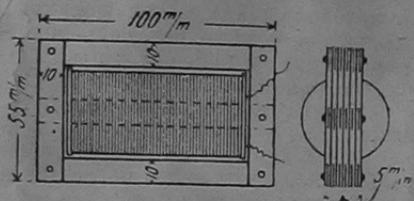

Рис. 2. Дроссельная катушка
**Дроссельная катушка** (дроссель), изображенная на рис. 2, изготавливается следующим образом. Предварительно приготавляется сердечник из отожженных жестяных полосок, которые удобно вырезать из 3-х балок из под консервированного молока. Полоски режутся так: 66 шт. длиною 100 мм. и шириной 10 мм., 20 шт. длиной 55 мм. и шириной 10 мм. Затем 33 длинных полоски следует укоротить на 20 мм. для удобства сборки сердечника. После этого производится сборка отдельных частей сердечника, для чего укладывают стопочки полоски жести длиной в 100 мм.,
стержней в промежутки, между длинными пластинами, короткие 60 мм. полоски из жести, соединяя, таким образом, все три стержня между собой с обоих концов катушки, как показано на рис. 2. Полезно для лучшего соединения полосок места соединения сердечника склеить.